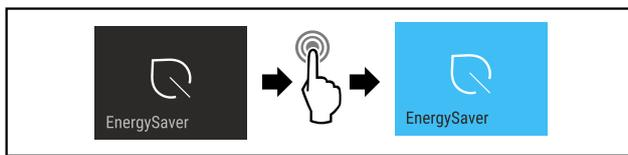

Fig. 14
► Suivre les étapes (voir Fig. 14).